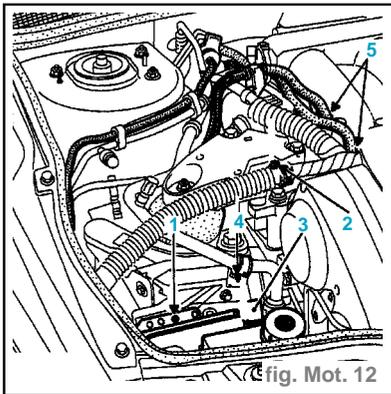

fig. Mot. 12
- la fixation (1) du calculateur d'injection ainsi que la bride (2) et poser le calculateur sur le moteur, (fig. Mot. 12)